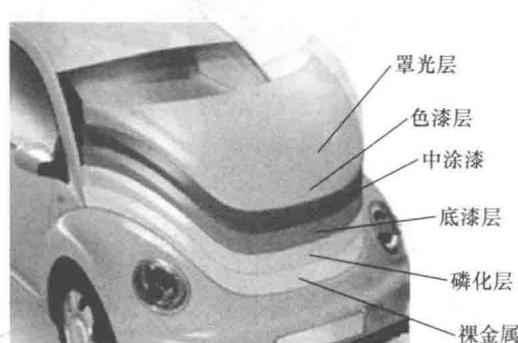

图 1-7 汽车涂层示意图
(4) 汽车涂装件产品一般为多涂层涂装。汽车车身涂层如果是单涂层，则会失去装饰性，漆面会显得不够饱满，色彩干涩且达不到上述优良的保护性。所以，汽车涂层一般都是由三层以上的涂层组成的，如轿车车身的涂层就是由底涂层（主要是防锈底涂层）、中间涂层（提高上、下涂膜的结合能力，提供韧性和抗冲击能力）和面涂层（提供多彩的颜色）组成的（图 1-7），涂层的总厚度一般控制在 $100\mu\text{m}$ 左右。